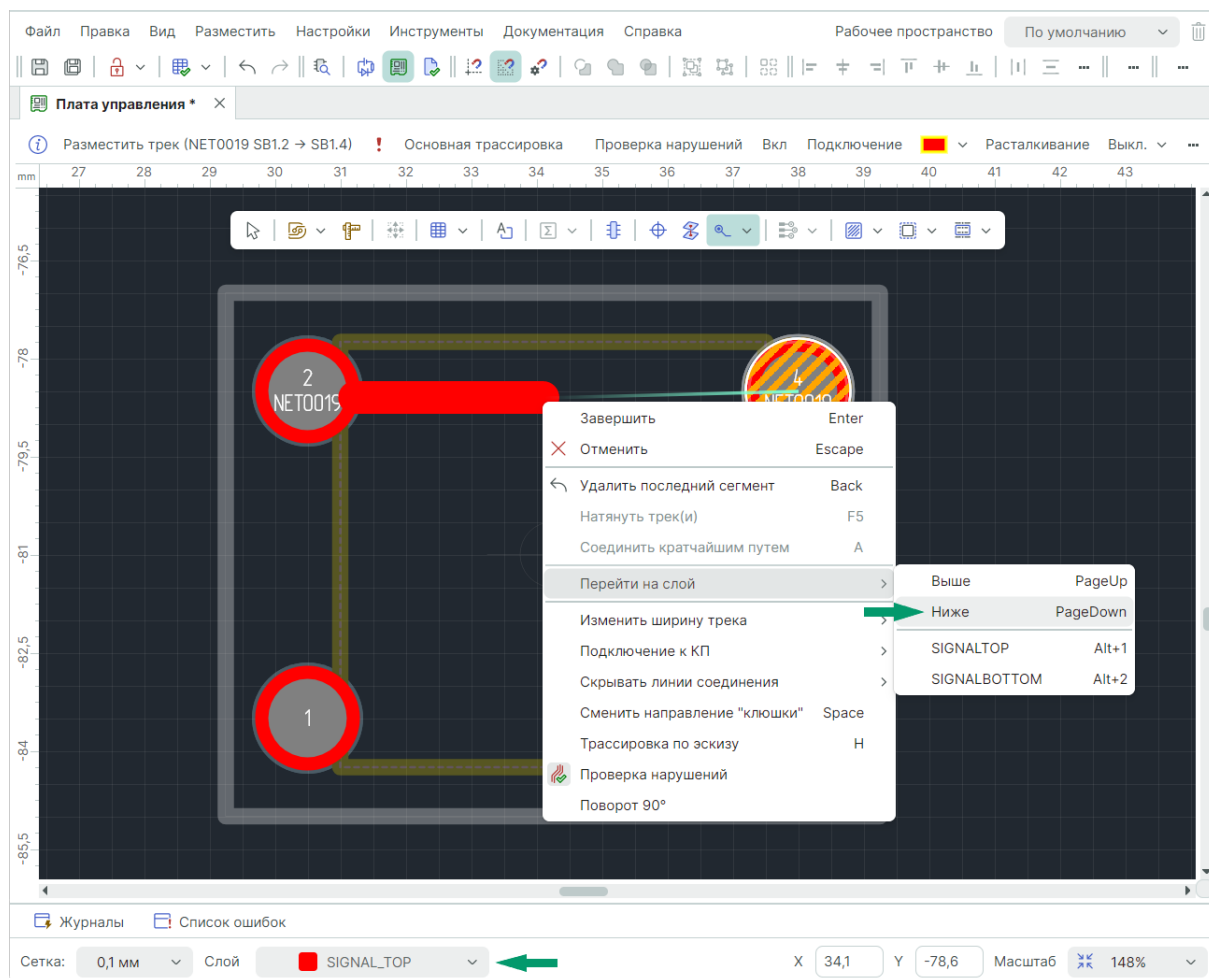

Рис. 220 Выбор направления перехода по слоям
2. Вызовите контекстное меню и выберите пункт «Перейти на слой» с выбором слоя во вложенной части меню в зависимости от взаимного расположения слоев, между которыми требуется осуществить переход, см. Рис. 220.